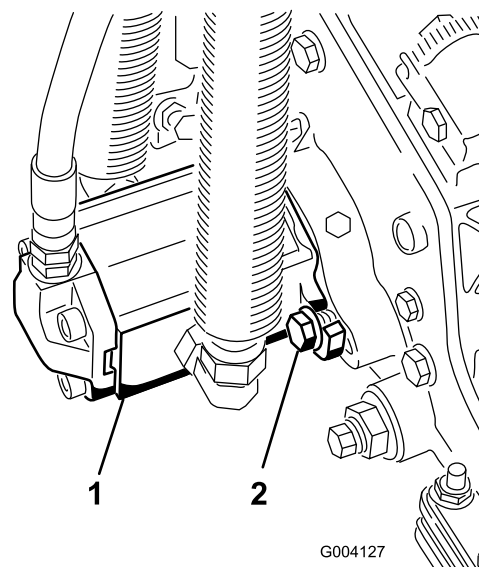

Bild 15
11. Montieren Sie den Motor; drehen Sie ihn nach rechts, damit die Motorflansche nicht die Kopfschrauben berühren (Bild 15).